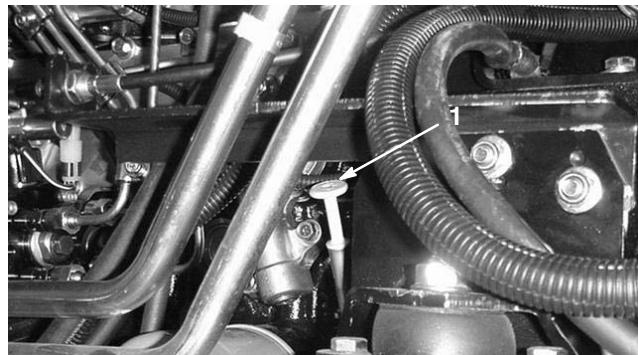
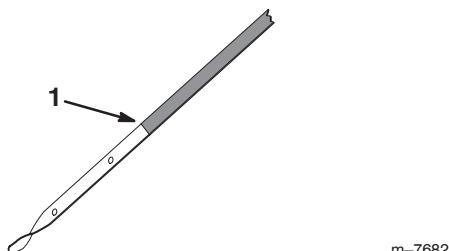

Figure 5
Figure 7
- Sortez la jauge (Fig. 5), essuyez-la sur un chiffon propre et remettez-la au fond du goulot de remplissage. Ressortez la jauge et vérifiez le niveau d'huile. Si le niveau d'huile est bas, retirez le bouchon de remplissage (Fig. 6). Ajoutez de l'huile du type correct dans le réservoir jusqu'à ce que le niveau atteigne le repère sur la jauge, pas les trous (Fig. 7). **Ne remplissez pas excessivement.**